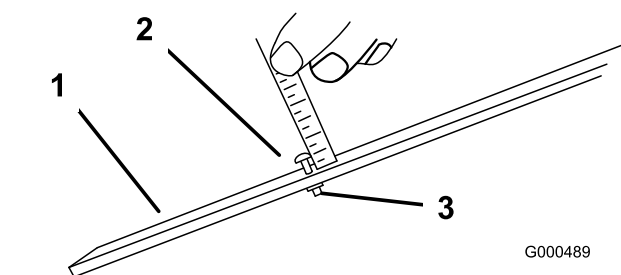

図 42
3. ゲージバー（図 42）のナットをゆるめ、調整ネジを希望の刈り高に合わせる。ネジ頭の下からバーの表面までの距離が刈り高となる。